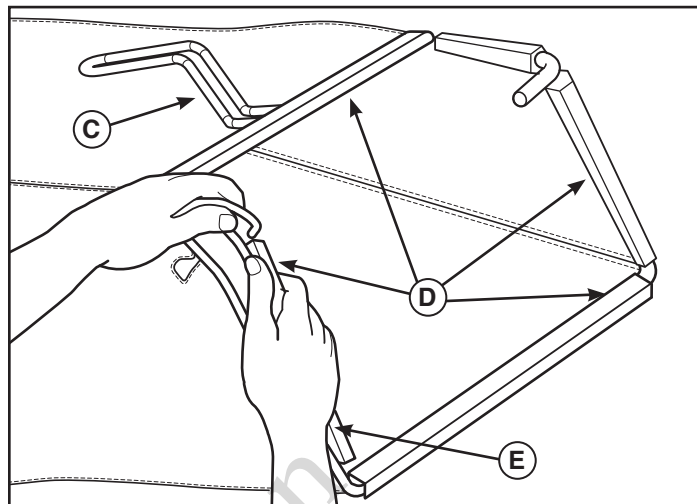

Abb. 4
1. Legen Sie den Grasfangrahmen in den Sack ein, wobei der stabile Boden des Sacks unten liegt. Achten Sie darauf, dass der Rahmengriff (**C**, Abb. 4) aus dem Sack hervorragt und sich oben befindet.